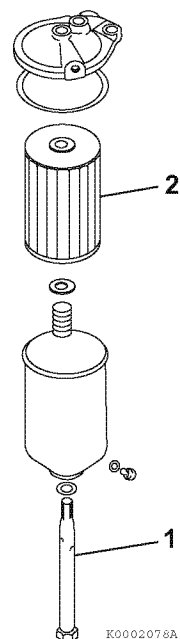

Figure 1
2. Retirez le boulon de centrage (1, **Figure 1**) au fond du filtre et retirez l'élément de filtre (2, **Figure 1**).
3. Remplacez l'élément par un nouveau et serrez le boulon de centrage (1, **Figure 1**).